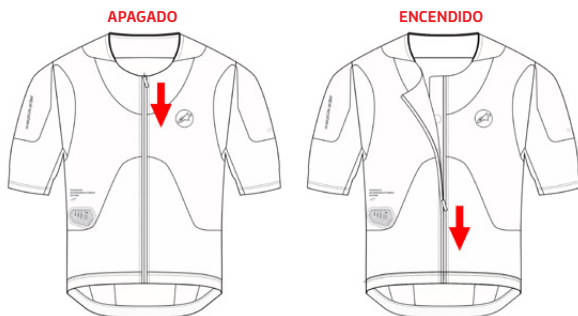

Figura 11: El Sistema se Apaga cuando la Cremallera de Activación (2) se Abre
El Usuario puede apagar el Sistema abriendo la Cremallera de Activación (2). El Sistema se apagará automáticamente aproximadamente 1 segundo después de abrir la Cremallera de Activación (2) (Figura 11).
Para mantener el Sistema apagado, asegúrese de que la Cremallera de Activación (2) permanezca abierta y desabrochada, como se muestra en la Figura 11.